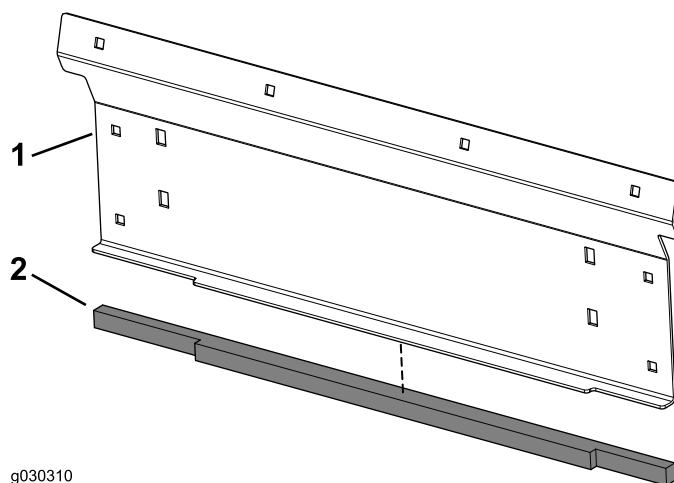

Figura 16
7. Aplique la junta posterior a la placa de la parte posterior inferior (Figura 16).